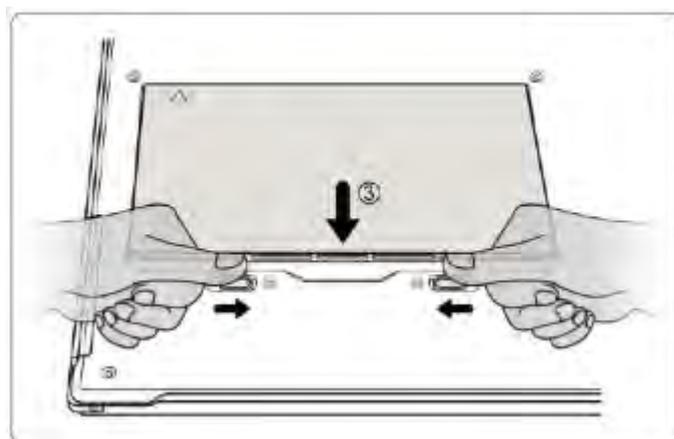

Fig. 2
- 2 Fixe a bateria no compartimento da bateria deslizando as duas alavancas de travamento conforme mostrado na Fig. 2.